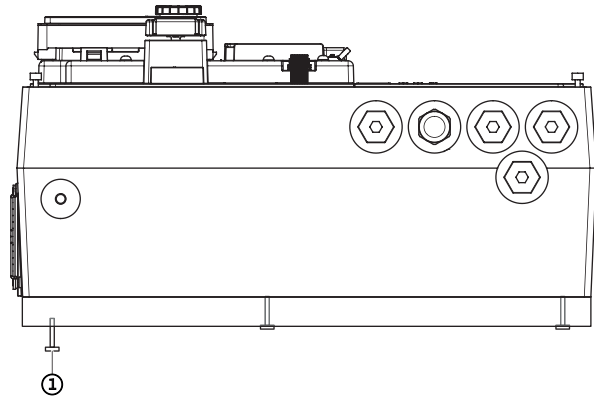

Fig. 115: Otpuštanje adapterske ploče
6. Otpustite vijke adapterske ploče s donje strane elektroničkog modula (Fig. 115, poz. 1).